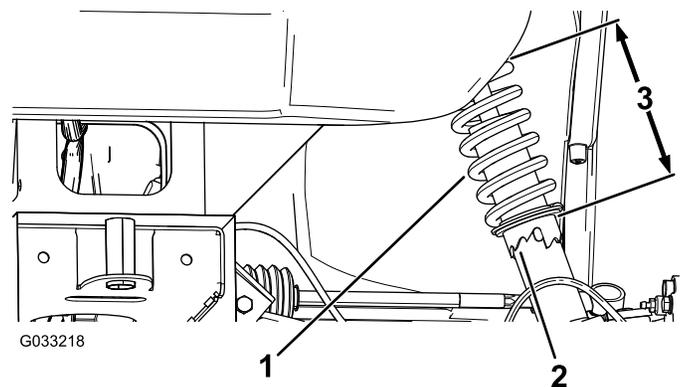

图 53
2. 如果车轮外倾角没有对齐请使用活络扳手将减震器上的锁止环旋转以对齐车轮图 53。